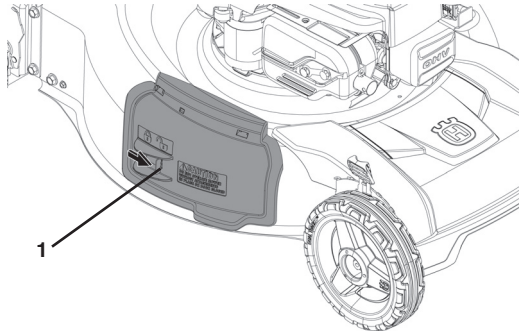

Figure 11
1. Ouvrez le verrou (Figure 11).